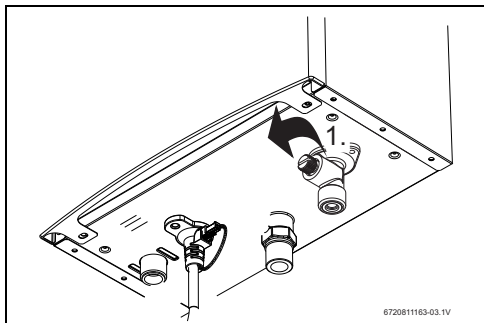

Fig. 9 Parafuso de purga
- O aparelho não deverá ser instalado em locais cuja temperatura ambiente possa ser inferior a 0 °C. Caso exista o risco de congelamento, desligar e purgar o aparelho (→Fig. 9).